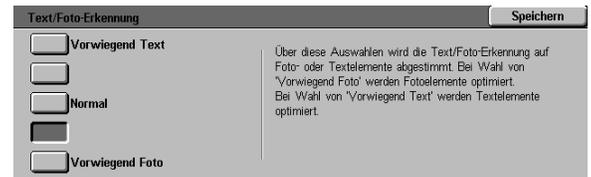

Abb. 48: Text/Foto-Erkennung
- Die Schaltfläche für die zutreffende Bildqualitätseinstellung für die Text/Foto-Erkennung betätigen (s. Abb. 48).